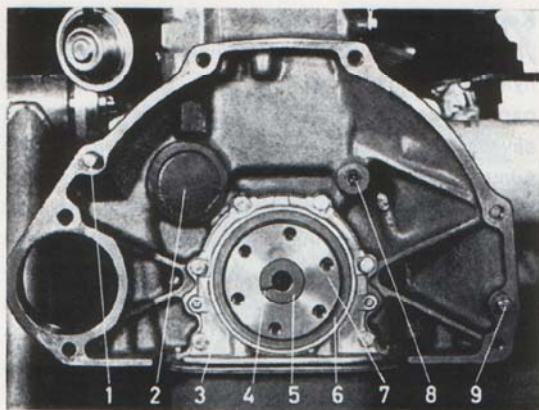

Bild 31. Motorns bakände
Stödlagret (5, bild 31) smörjs före montering med värmebeständigt kullagerfett. Lager och skyddsbricka hålls i läge av en låsring (4).